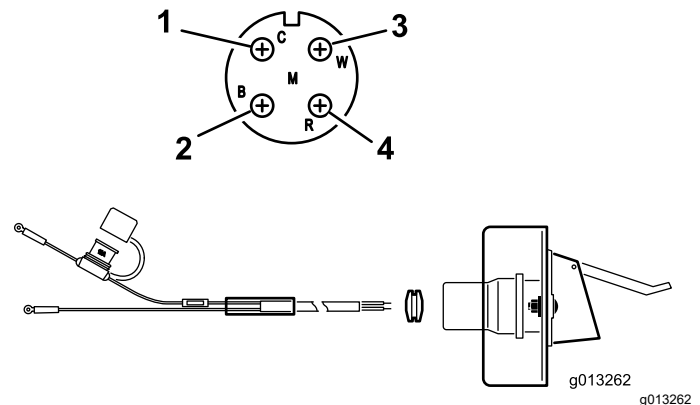

Figure 12
- Acheminez et fixez le câblage entre la batterie et le support de la prise électrique (Figure 12).
- Passez le câblage dans le support de la prise et enflez le passe-câble en caoutchouc noir sur le câblage (Figure 12).